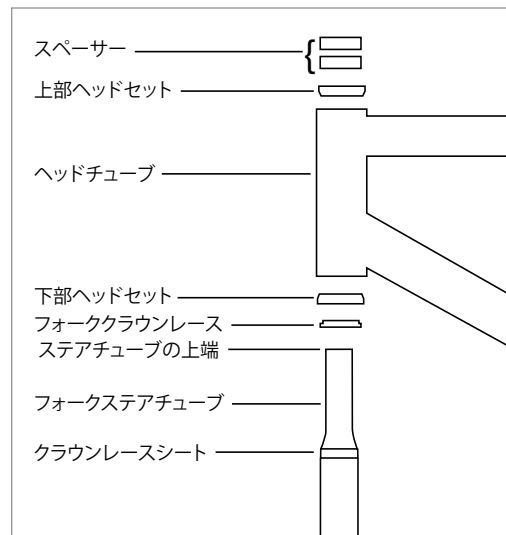

図 2
5. ヘッドセットの底部アセンブリをメーカーの説明書通りに取り付け、フォークをヘッドチューブへと差し込みます。メーカーの説明書通りに上部ヘッドセットを取り付けます (図 2)。